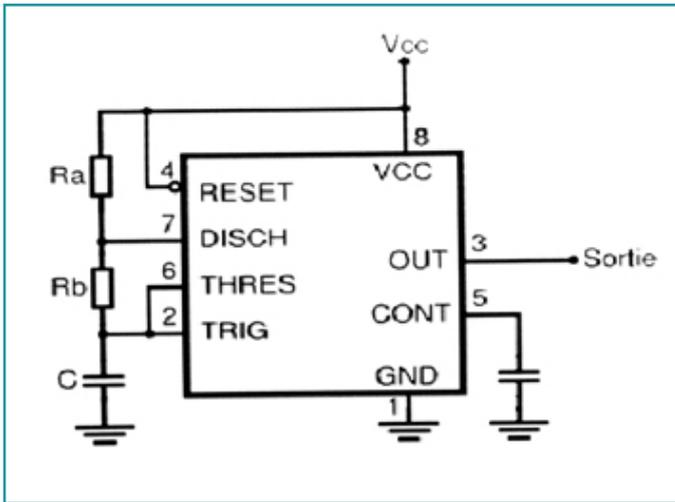

Figure 4
**CI NE555** une sorte de *bête à tout faire* en boîtier DIL 8 broches (figure 4).